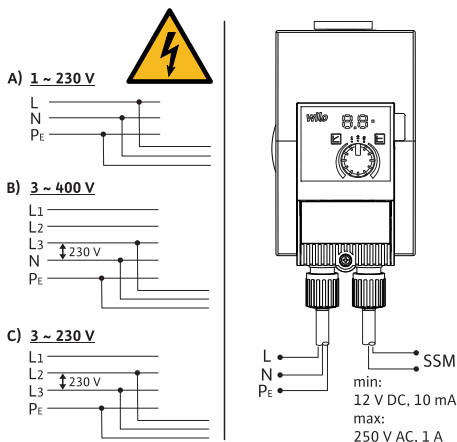

Fig. 3: Možnosti priključitve
- Priključite ju na 230-V nizkonapetostna omrežja. Pri priključitvi na IT-omrežja (oblika omrežja »Isolé Terre«) obvezno zagotovite, da napetost med fazami (L1-L2, L2-L3, L3-L1 → Fig. 3) ne bo presejala 230 V.